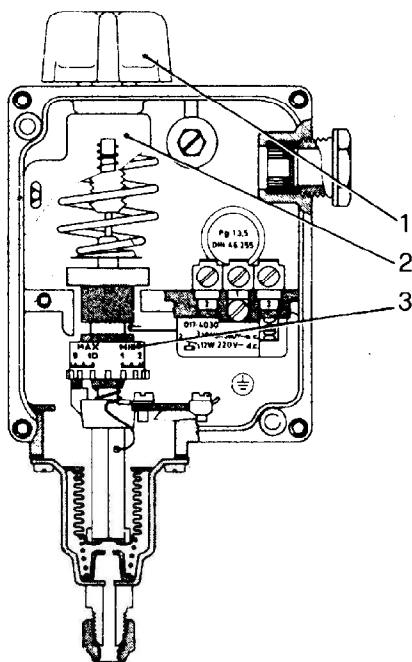
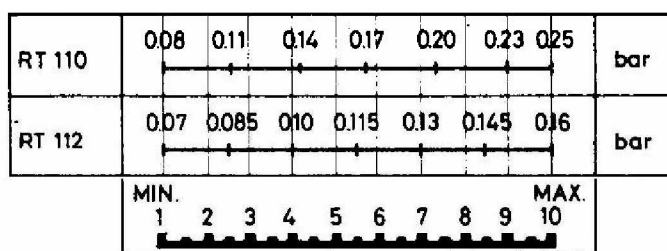

Рис. 3
Рис. 4
**Калибровка реле давления** (Рис. 3):
- Повернуть регулятор (1) до тех пор, пока стрелка шкалы (2) не установится на значении давления, на котором следует начать работу.
- Снять крышку реле давления и разместить барабан (3) на значении, выбранном качестве дифференциала (остановка горелки) на основе графика, приведенного на Рис. 4.